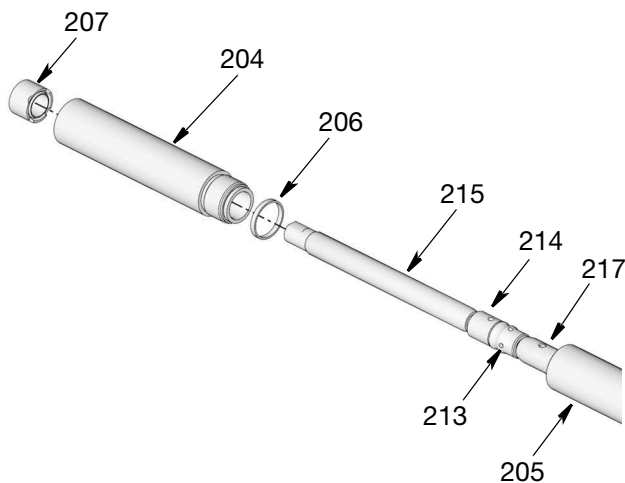

図 31
18. 反対方向に働く 2 本のストラップレンチを使って、ポンプシリンダー (204) をスペーサーシリンダー (205) から分離し、スペーサーシリンダーを緩めます。シリンダー (204) が十分に緩んだら、手でネジを緩めて、他のセクションからシリンダーを取り外します (図 31)。